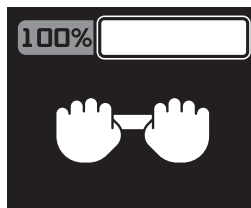

Figura 4.3.3.5
(10) Visualizzazione della modalità di spinta (come mostrato nella Figura 4.3.3.5)